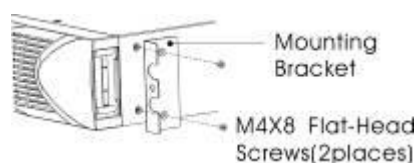

Abbildung 3: Befestigen der Montagewinkel
- i) Richten Sie die Montagewinkel gemäß der Schraublöcher an beiden Seiten der USV aus und befestigen Sie diese mit den mitgelieferten M4x8-Flachkopfschrauben (siehe Abbildung 3).